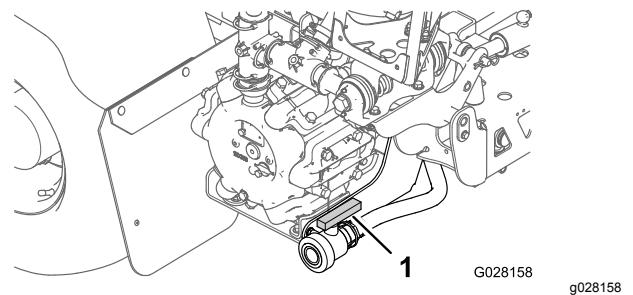

Figure 45
2. Trouvez l'emplacement du robinet de vidange de la cuve à l'arrière de la machine (Figure 45).
- Figure 45